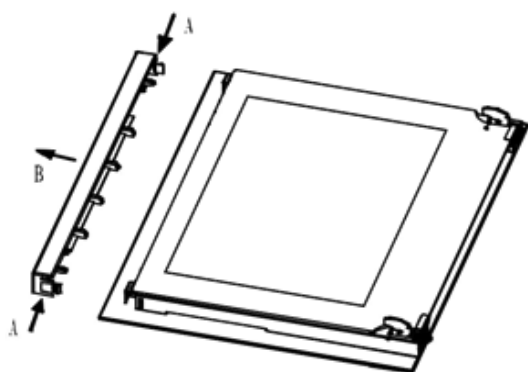

Рис. 10
1. Нажмите на кнопку на левой и правой частях дверцы, извлеките верхнюю планку (Рис.10)